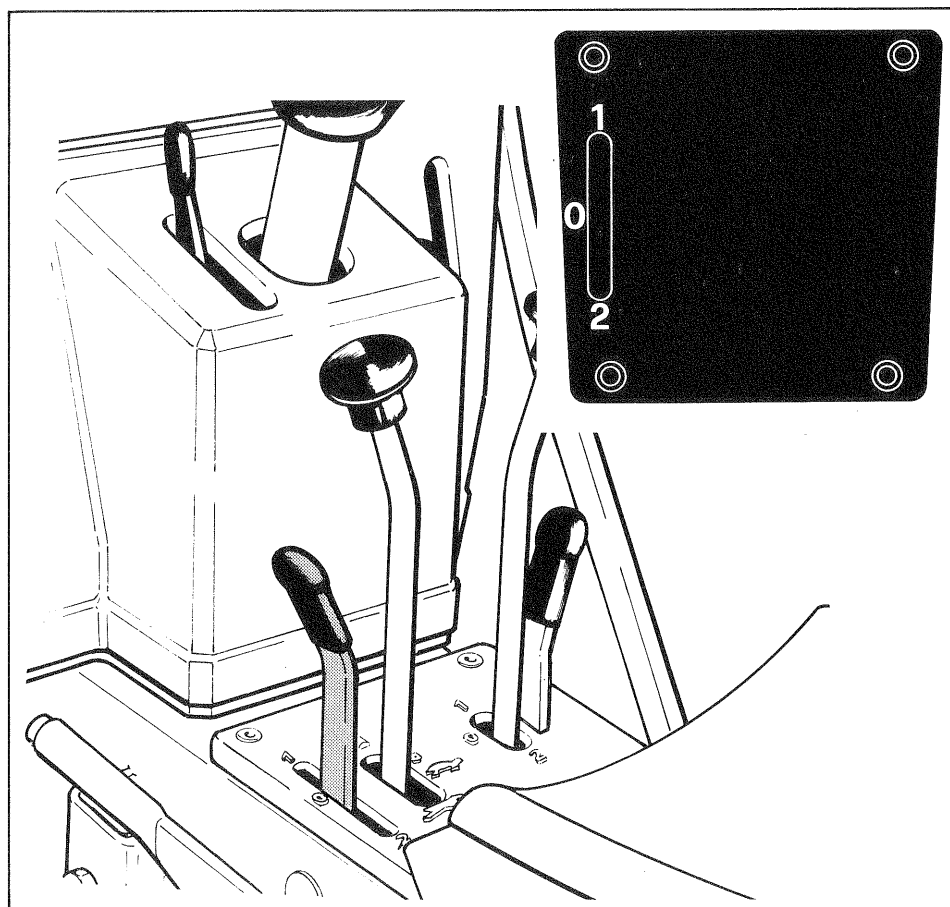

Fig. 8 - Bild 8
Questa p.d.p. deriva il moto direttamente dal motore, dopo la frizione, e pertanto il suo numero di giri è legato solo a quello del motore; il suo senso di rotazione rimane il medesimo anche in retromarcia. Una leva di comando, a due posizioni, consente di selezionare due differenti rapporti di riduzione per la p.d.p. (vedere la fig. 8). È impiegata per l'azionamento di attrezzi o macchine operatrici.
2. Innestare la presa di potenza alla velocità desiderata portando la rispettiva leva di comando (fig. 8) in posizione 1 (lenta) oppure 2 (veloce). Accertarsi che la leva sia perfettamente innestata.
The live p.t.o. is powered direct by engine, after the clutch, hence the revolution number is depending on engine; the p.t.o. direction of rotation remains unchanged even in REVERSE. A two-position control lever allows two different reduction ratios to be selected for the p.t.o. (see fig. 8). The live p.t.o. is used for driving implements or operating machines.
Cette P.d.f. est entraînée directement par le moteur, après l'embrayage, le nombre de tour étant en fonction du régime du moteur. Le sens de rotation demeure égal, même en marche arrière. Un levier de commande à deux positions, permet de choisir deux divers rapports de réduction pour la P.d.f. (voir fig. 8). Elle est utilisée pour actionner des outiles ou des machines opératrices.
2. Connecter la prise de force à la vitesse voulue en amenant le levier de commande (fig. 8) en position 1 (faible vitesse) ou 2 (haute vitesse). S'assurer que le levier soit bien engagé.
Die Kraftübertragung auf diese Zapfwelle erfolgt direkt vom Motor aus, hinter der Kupplung, weshalb die Zapfwelldrehzahl nur mit der Motordrehzahl verbunden ist. Die Drehrichtung der Zapfwelle bleibt auch im Rückwärtsgang unverändert. Ein Steuerhebel mit 2 Stellungen ermöglicht die Vorwahl von 2 verschiedenen Untersetzungsverhältnissen für die Zapfwelle (siehe Bild 8). Diese Zapfwelle dient zum Antrieb von Geräten oder Arbeitsmaschinen.
2. Die Zapfwelle durch Einlegen des betreffenden Steuerhebels (Bild 8) in Stellung 1 (langsam) oder 2 (schnell) in die gewünschte Drehzahl einschalten. Sich vergewissern, dass der Steuerhebel einwandfrei eingeschaltet ist.